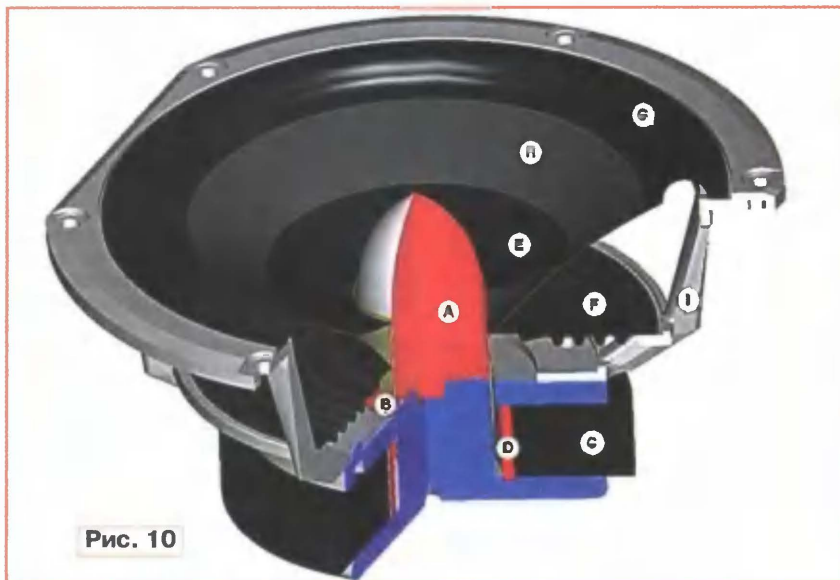

Рис. 10
Компания PEERLESS в своих лучших линейках HDS (High Definition Sound) и HDS Exclusive использует несколько отличную от конкурентов конструкцию магнитной системы (рис. 10). КERN имеет простую цилиндрическую форму, а кольцо Фарадея (D), выполненное из алюминия, фиксируется не на керне, а охватывает катушку снаружи. Роль второго (верхнего) кольца играет фазовая заглушка (A), также выполненная либо из алюминия (в головках HDS), либо из меди (в головках HDS Exclusive). Для снижения индуктивности подобная конструкция оказывается не слишком эффективной — паспортное значение индуктивности упоминавшейся ранее головки 830883 (HDS-180 Exclusive) равно 1,1 мГн, что никак нельзя назвать выдающимся результатом. Тем не менее при измерении искажений эта головка продемонстрировала очень неплохой результат [2]. Но и измеренная в том же тесте индуктивность головки существенно отличалась от заявленной изготовителем и составила всего 0,52 мГн, что, по сути, оставляет открытым вопрос об истинном устройстве ее магнитной системы. Головки из линейки Exclusive сей-